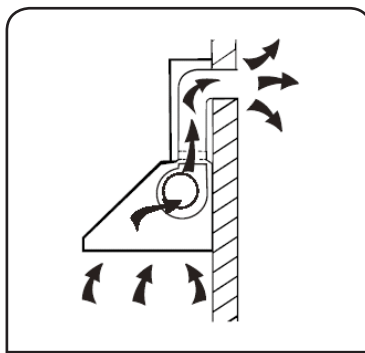

Figura 1
- A. De existir ya un conducto de evacuación de humos con salida al exterior, podrá conectar a este su campana extractora. Según se muestra en la imagen contigua, podrá efectuar dicha conexión utilizando un tubo de extracción (de material no inflamable o tubo flexible de aluminio esmaltado de un diámetro interior de 150 mm) (Figura 1)